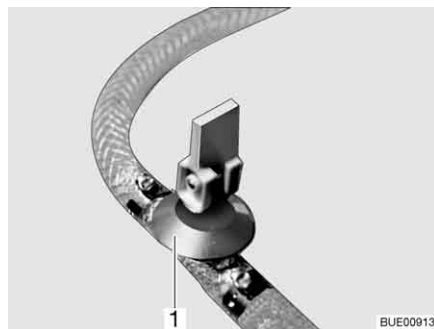

Fig. 217 Torneira de descarga
- Feche a torneira/as torneiras de descarga. Para isso, coloque a alavanca basculante (Fig. 217,1) em posição horizontal.
- Abra a torneira/as torneiras de descarga (Fig. 217). Para isso, coloque a alavanca basculante (Fig. 217,1) em posição vertical. O termoacumulador é despejado para fora.